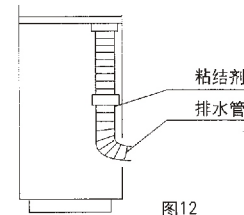

图12
- (2) 排水管应由内向外如图所示倾斜, 以便冷凝水排除。
- (3) 为了防止排水管接口处泄漏, 请在接口处使用粘结剂, 见图12。
- (4) 安装时可根据具体情况来布置管道走向, 既可由后板孔内通出, 也可在左右侧板相应的孔中通出。